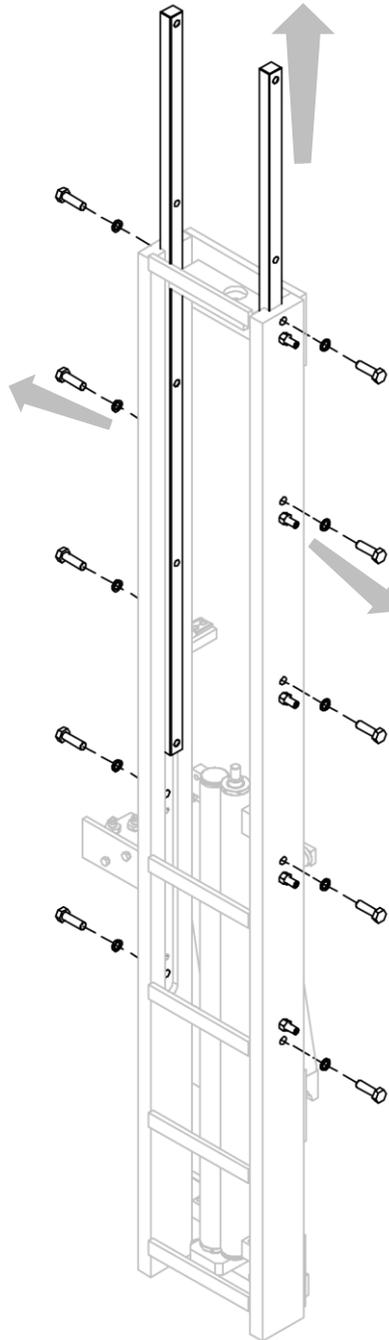

Figura 8
3. Rimuovere le bronzine di scorrimento dopo aver allentato i grani e aver svitato le relative viti che le bloccano (vedi *Figura 8*).